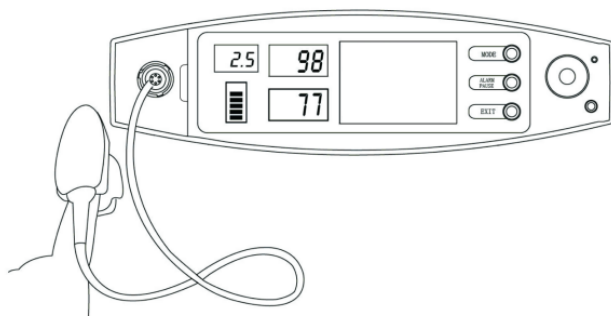

Figura 4. Raffigurazione del corretto posizionamento del dito
-  Il dito deve essere posizionato correttamente (vedere figura 4 allegata), poiché un posizionamento errato o una posizione di contatto impropria con il sensore influenzeranno la misurazione.
Inserire il dito nella sonda come nella Figura 4.
(L'aspetto della sonda reale può essere diverso da quello illustrato nella Figura 4, pertanto si prega di fare riferimento alla sonda reale.)